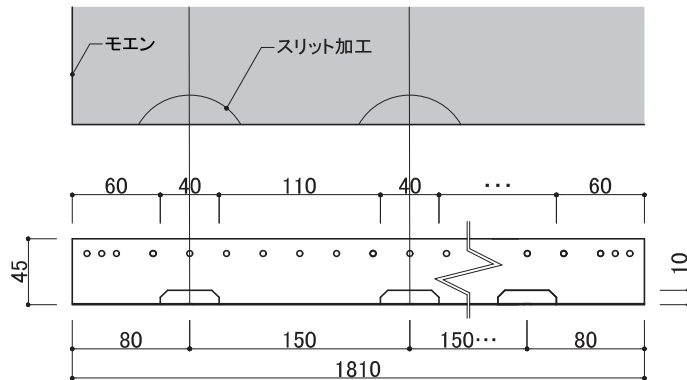

図1 スリット加工部用スターター寸法図
- モエン下端はスリット加工をおこなうため、スリット加工部用スターター(KE150A)のツメピッチに合わせ、スリット加工位置を墨出ししてください。(図1参照)